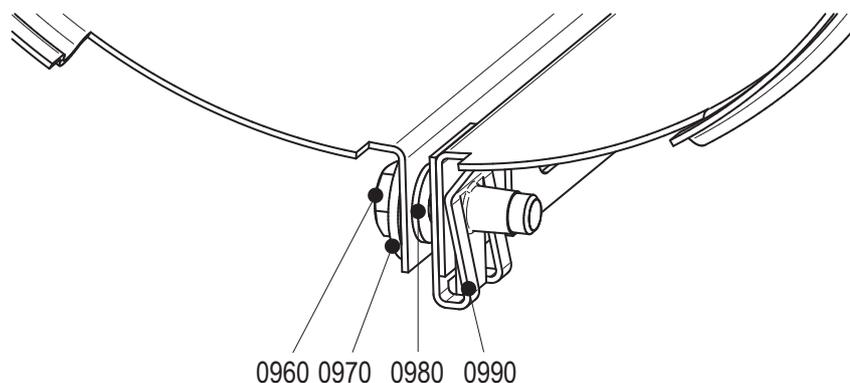

Рисунок 20: Установка кожуха
- 1 Ослабьте затяжку болтов (0960). См. рисунок 20.
- Закройте кожух и установите болт (0960). См. рисунок 20.